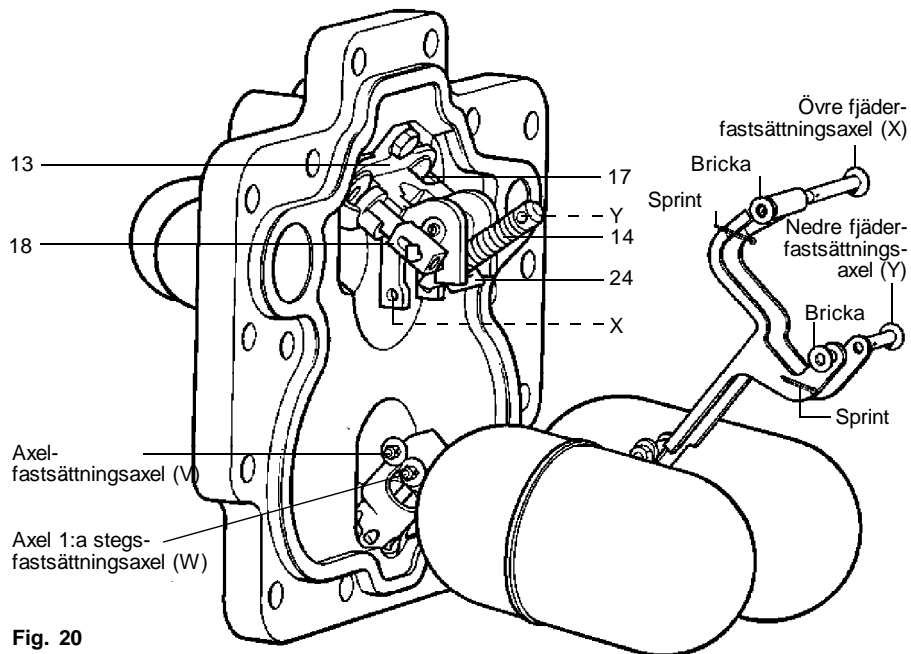
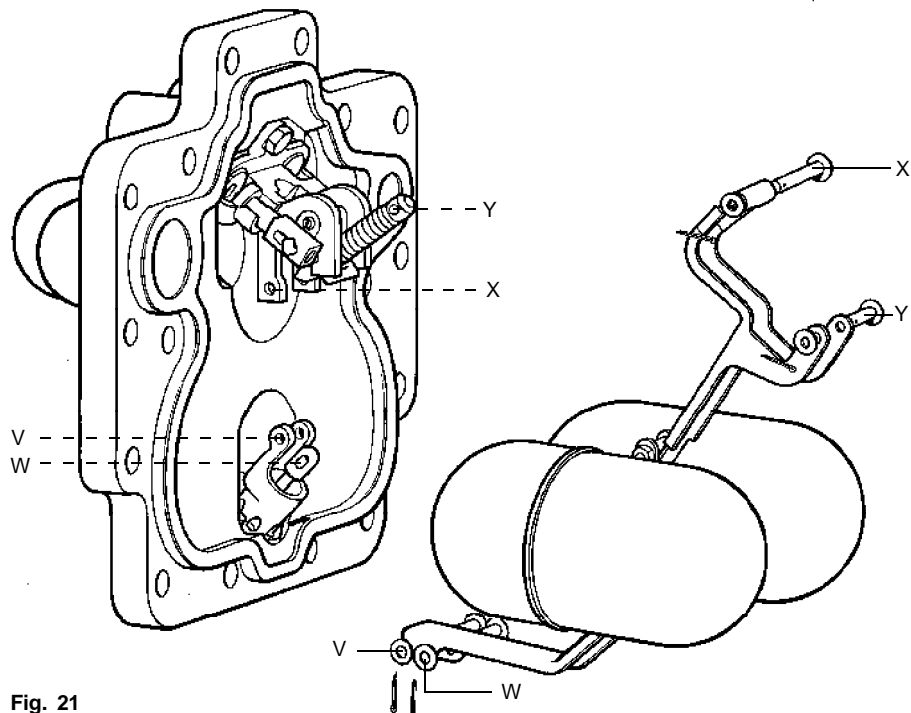

Fig. 20
Fig. 21
3. Avlägsna sprint och en bricka från en sida av fjäderfastsättnings-axeln (Y) (Se fig. 20).
4. Avlägsna en sprint och bricka från en sida av pump pivot fastsättningsaxeln (X).
6. Avlägsna en sprint och bricka från en sida av avledarens 1:a- stegsfastsättningsaxel (W).
7. Avlägsna en sprint och en bricka från en sida av avledar pivot fastsättnings-axeln (V).
10. Det är lättare att montera utbytesaxlarna enligt följande sekvens: (Se fig. 21).